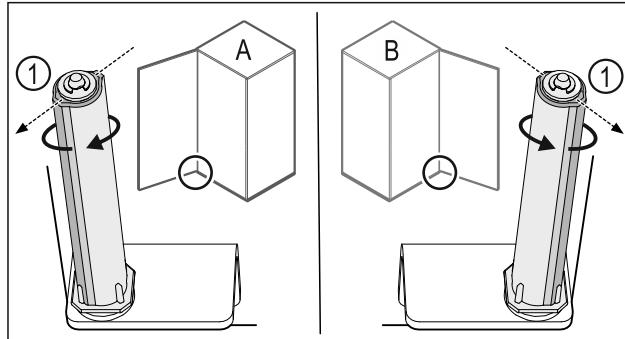

Fig. 43 Μεντεσέδες αριστερά (Α) / Μεντεσέδες δεξιά (Β)
- ▶ Περιστρέψτε το σύστημα κλεισίματος κόντρα στην αντίσταση, μέχρι ο κορμός του συστήματος κλεισίματος Fig. 43 (1) να είναι στραμμένος προς τα έξω.